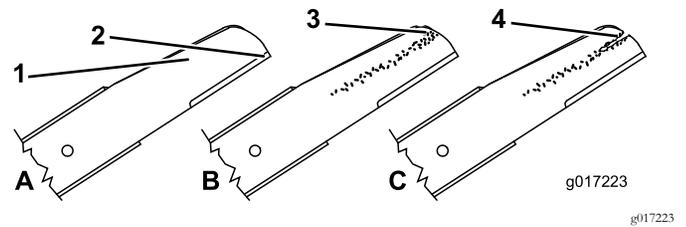

Bild 42
1. Untersuchen Sie die Schnittkanten (**Bild 42**). Bauen Sie die Schnittmesser aus und schärfen oder tauschen sie aus, wenn die Kanten nicht scharf sind oder Kerben aufweisen.
2. Prüfen Sie die Schnittmesser, insbesondere den gebogenen Bereich (**Bild 42**). Wenn Sie Schäden, Verschleiß oder Rillenbildung in diesem Bereich feststellen, sollten Sie sofort ein neues Schnittmesser einbauen.